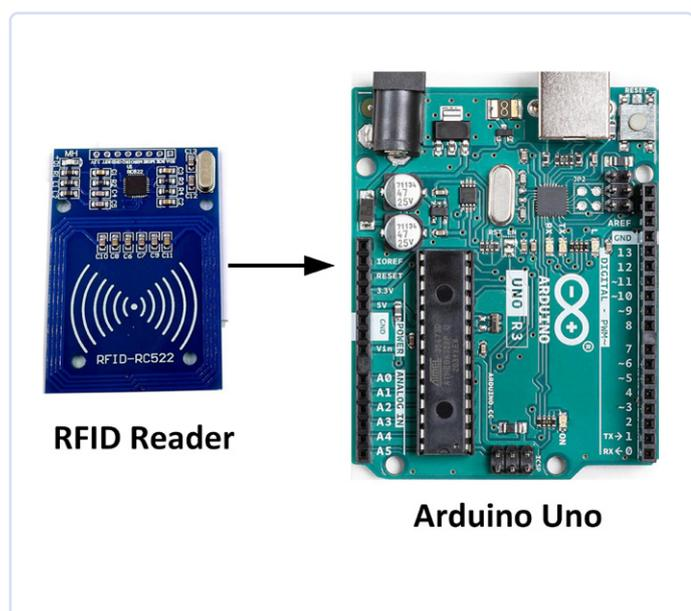

Figure 2. Schéma fonctionnel du projet de lecture d'étiquettes.
**Schéma de principe :** la figure 2 est une illustration du schéma de principe du projet.